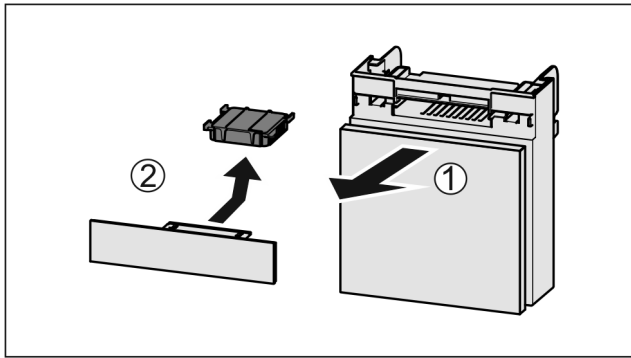

Fig. 147
- ▶ Estrarre il vano tirando in avanti Fig. 147 (1).
- ▶ Rimuovere il filtro a carboni attivi Fig. 147 (2).